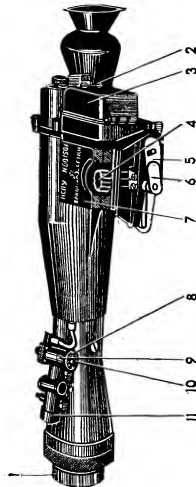

Рис. 18 Внешний вид прицела:
- завинтить винты 10 (рис. 18), не вращая маховичок 8;